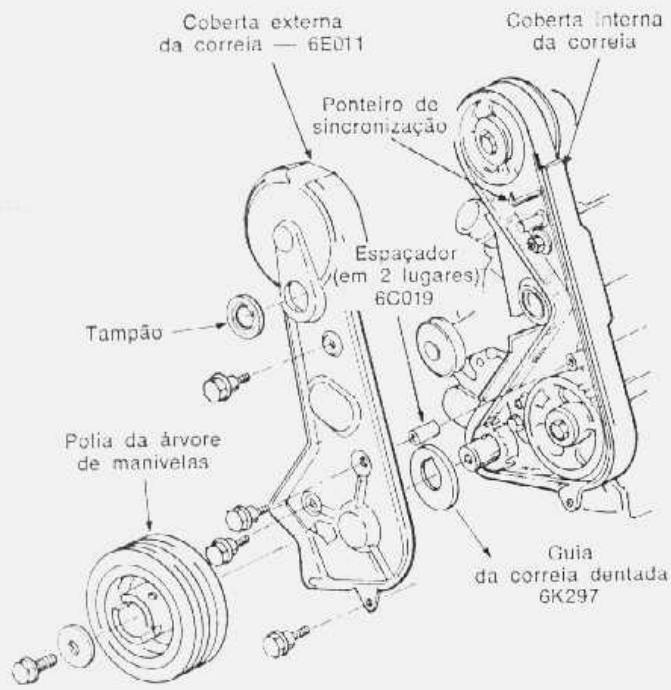

fig. 8 — instalação da correia dentada, coberta externa, guia da correia e polia da árvore de manivelas
1. Retirar a coberta da correia dentada (fig. 8).
3. Retirar a polia da árvore de manivelas e o guia da correia (fig. 8).
11. Instalar o guia da correia e a polia da árvore de manivelas (fig. 8).